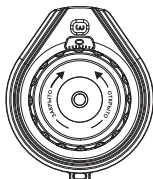

Рис.5
2. Откройте клапан на 3,0 оборота (рис. 5).
Чтобы проверить настройку: Закройте клапан, индикатор показывает 0,0. Откройте его до упора. Затем индикатор покажет установленное значение, в данном случае 3,0 (рис. 5).